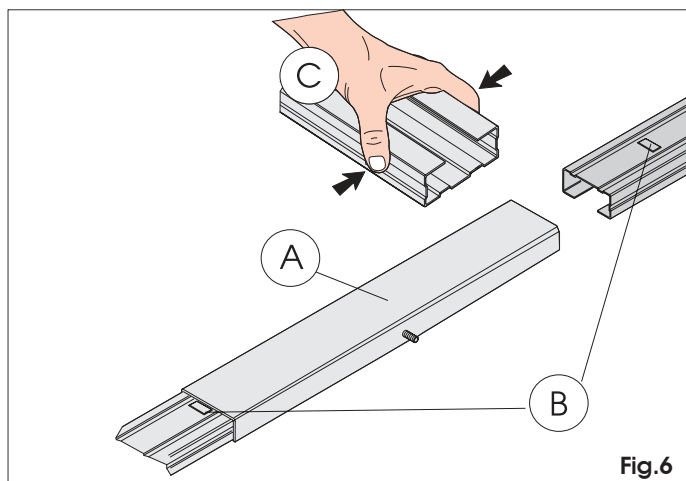

Fig.6
- 1) Zmontować dwie części prowadnicy przesuwnej, wprowadzając je do złącza środkowego (Rys. 6 odn. A), aż do styku metalowych wypukłości odniesienia (Rys. 6 odn. B). Aby ułatwić wprowadzenie prowadnicy ślizgowej zaleca się wsunięcie jej w złącze środkowe poprzez ściśnięcie, jak przedstawiono na Rys. 6 odn. C. Nie używać narzędzi, które mogą zdeformować prowadnicę lub złącze.